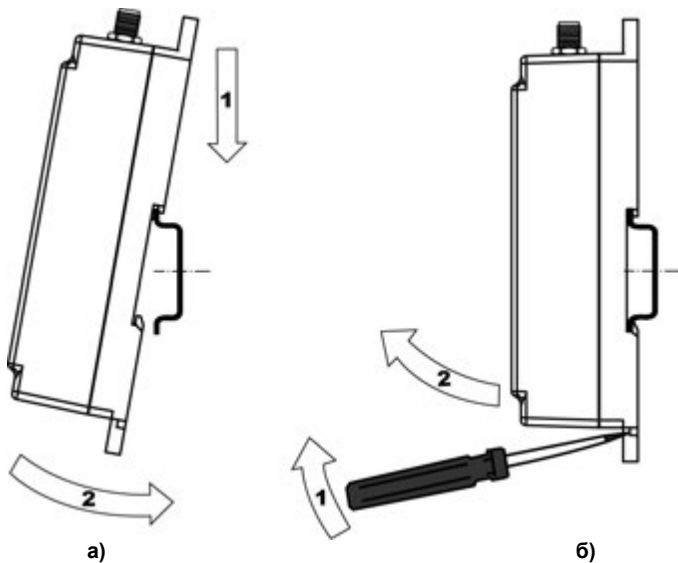

Рисунок 6.1 – Монтаж контроллера с креплением на DIN-рейку
- 3 Контроллер с усилием прижимается к DIN-рейке в направлении, показанном стрелкой 2, до фиксации защёлки (рисунок 6.1, а);
- 4 Для съема контроллера с DIN-рейки в проушину защёлки вставляется острая отвертка (см. рисунок 6.1, б), и защёлка отжимается по стрелке 1, после чего контроллер отводится от DIN-рейки по стрелке 2.